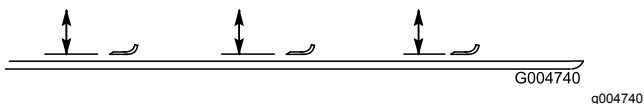

Figura 105
2. Rode a lâmina até que a extremidade fique virada para a frente e para trás e meça entre o interior da plataforma do cortador e a parte cortante na zona dianteira da lâmina (Figura 105).